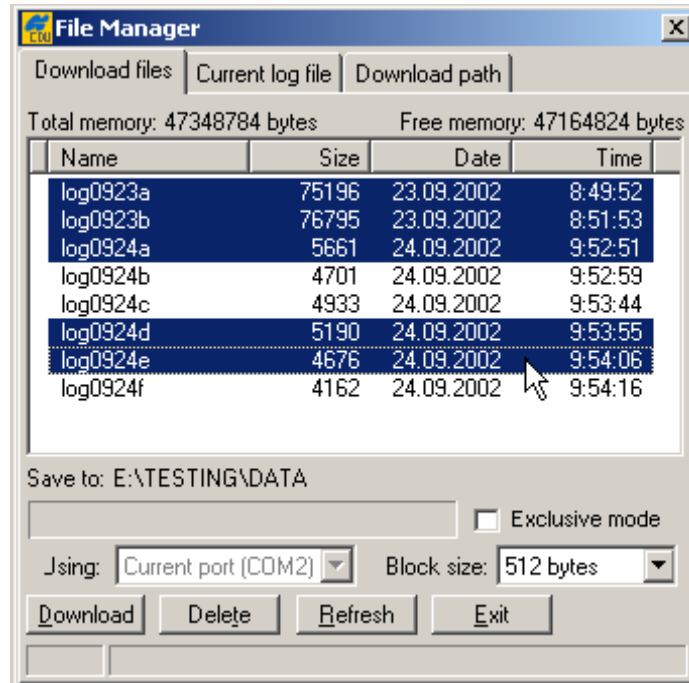

Рисунок 5-11. Загрузка файлов
5. Выберите вкладку *Download files (Файлы для загрузки)* и в ней отметьте файлы, подлежащие копированию (см. рис. 5-11 на стр. 5-7). Выбор нескольких подряд расположенных файлов производится с удержанием клавиши **Shift**, а группы из отдельных файлов - клавиши **Ctrl**.